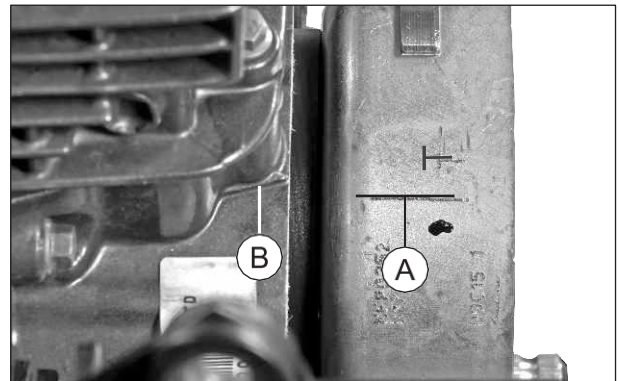

Fig. 3.166
- Gire la volante y alinee la marca (A) de la volante con la marca (B) del cárter izquierdo. (Fig. 3.166)